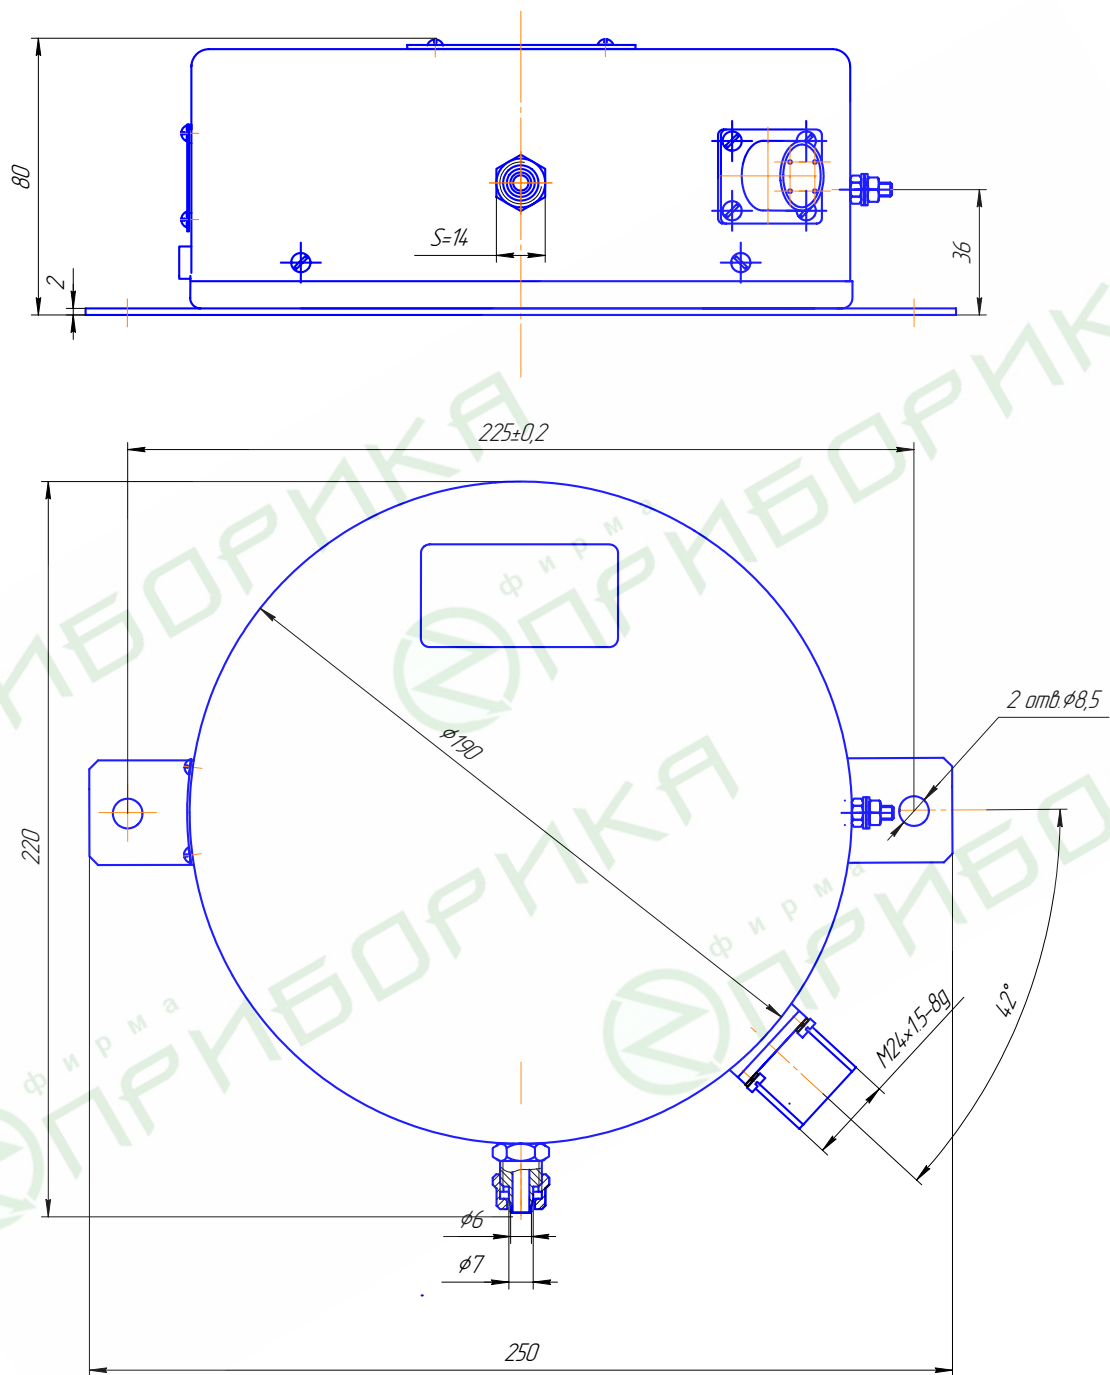

Рис.2
9.3. Прибор монтируется на отдельной металлической панели или другом основании с помощью болтов или шпилек с гайками М8. К прибору подводится соединительная трубка, внутренний диаметр которой должен быть не менее 8 мм. На конец приваривается ниппель 2, при этом накидная гайка 1 зажимающая ниппель, должна быть надета на него (ПРИЛОЖЕНИЕ 1, рис.2).